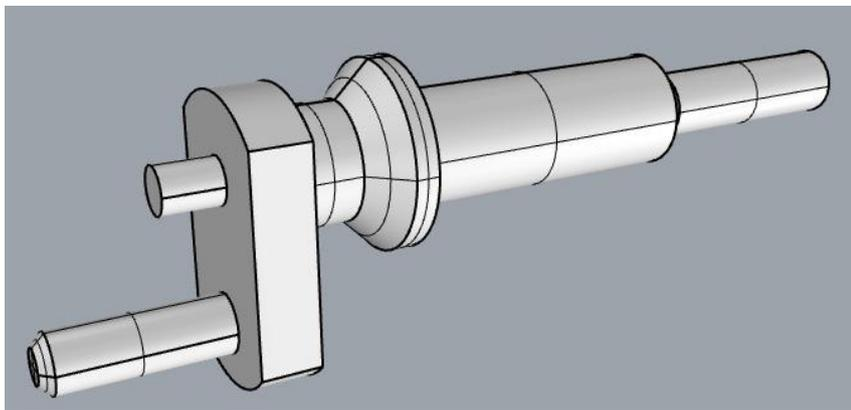

图 H2-15 螺旋桨的创建
2) 根据图 H2-15 及提供的素材 H2-15 所示尺寸完成轴建模；最终尺寸以素材文件为准。未注尺寸要求，达到效果即可。将建好的模型文件命名为“H2-15 建模”保存在考生文件夹中。